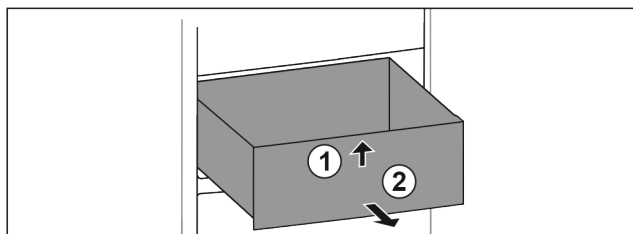

Fig. 97
- ▶ Emelje meg a fiók elejét. Fig. 97 (1)
- ▶ Vegye ki a fiókot előre felé. Fig. 97 (2)